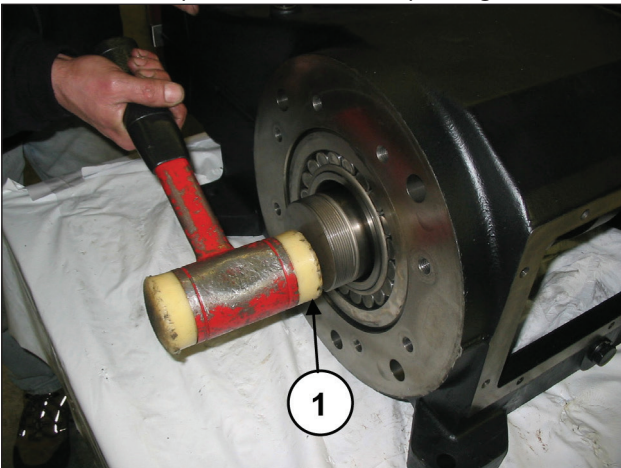

Fig. 29
Dégager le vilebrequin à l'aide d'un maillet à embouts plastiques, côté prise de force (rep. ①, Fig. 29).